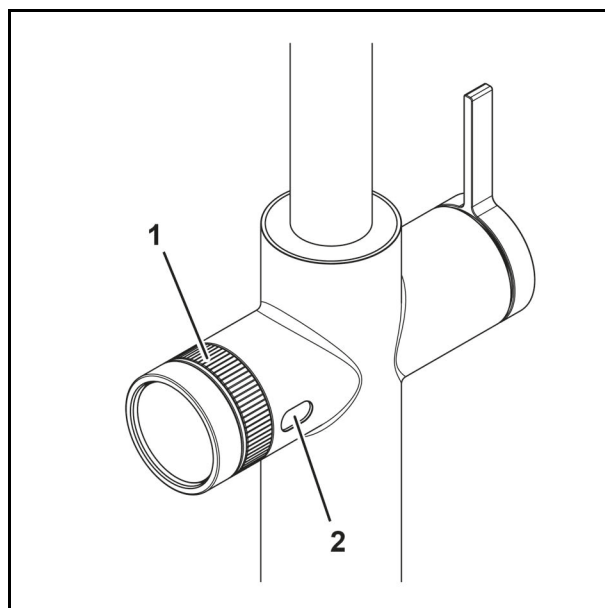

Abb. 31 Wybór objętości [ml]
1. Aby ustawić objętość wody, obrócić wewnętrzny pierścień pokrętki regulacji (Abb. 31/1).
2. Sprawdzić ustawioną wartość na wzierniku (Abb. 31/2) armatury.